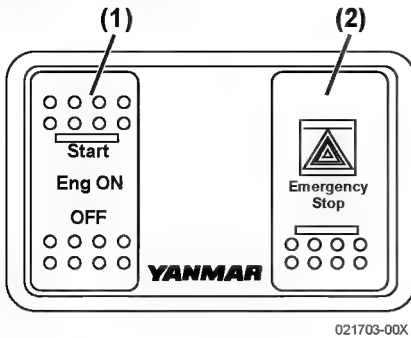

Figure 13
1. L'interrupteur d'allumage (**Figure 13, (1)**) est connecté au panneau de la 1ère Station.
3. L'interrupteur Emergency Stop (**Figure 13, (2)**) est connecté en série au panneau de la 1ère Station.